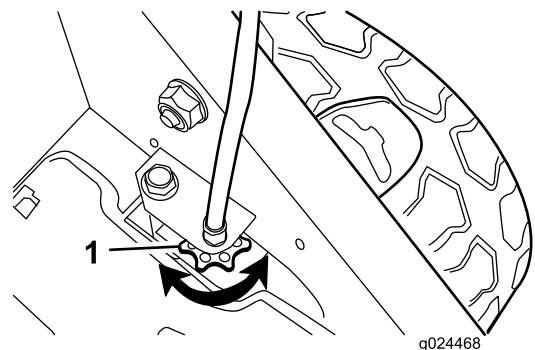

Figura 28
- Si las ruedas no giran al apretar la barra de autopropulsión, la correa de transmisión está demasiado floja. Gire el mando de control de la transmisión de las ruedas (Figura 28) una vuelta en el sentido de las agujas del reloj y repita los pasos 4 a 6.
el mando de control de la transmisión de las ruedas (Figura 28) una vuelta en el sentido contrario a las agujas del reloj y repita los pasos 4 a 6.